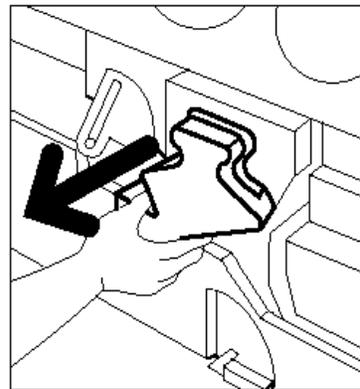

Figura 21: Extracción del contenedor de residuos del revelador usado
- 4** Sujete el contenedor de residuos del revelador con la mano derecha y extráigalo por completo, tal y como ilustra la Figura 21.